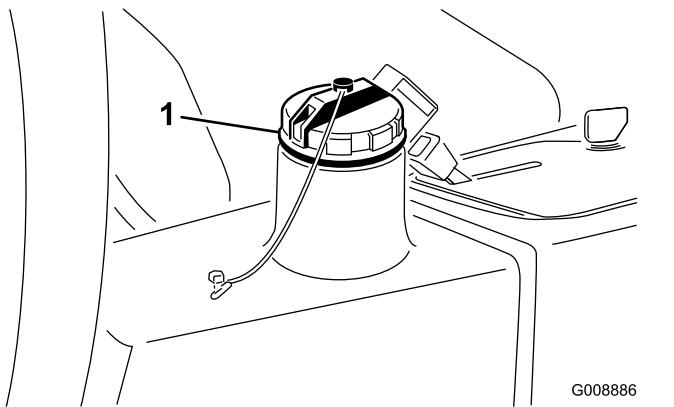

Figura 30
2. Pulite attorno al collo del bocchettone e del tappo del serbatoio idraulico (**Figura 30**). Togliete il tappo di riempimento.